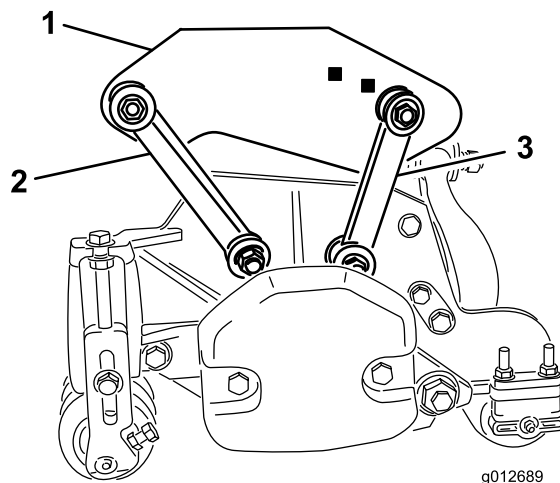

図 19
- ・ 前取り付けリンクをキャリアフレームの穴に固定する； ボルト (3/8 x 2-1/4 インチ) 1本、平ワッシャ2枚、ロックナット1個を使用して図 19のように取り付ける。
- ・ 後取り付けリンクを後部のキャリアフレームに固定する； ボルト (3/8 x 2-1/4 インチ) 1本、平ワッシャ2枚、ロックナット1個を使用して図 19のように取り付ける。取り付ける時にリンクの各側にワッシャを入れる。4.3 kg.mにトルク締めする。